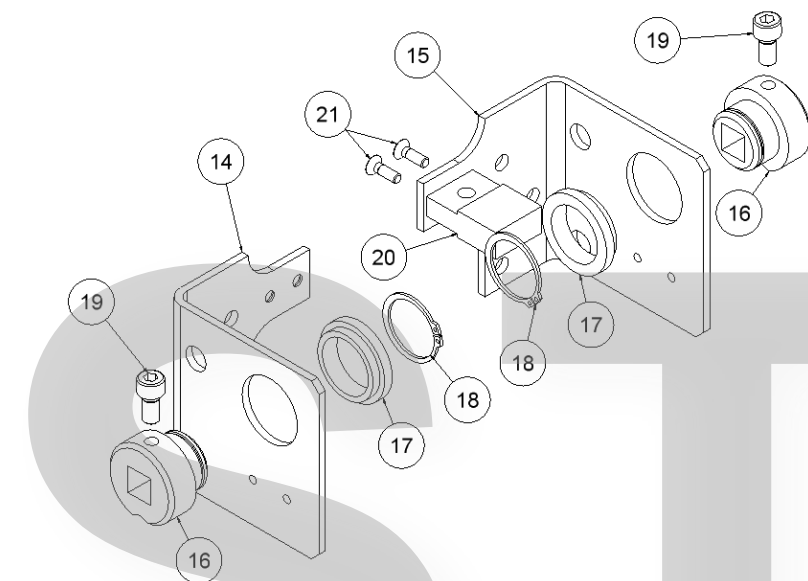

Figure. 4
Lors du montage, il faut tenir compte que les plaques base (14 et 15) présentent des formes différentes sur le côté droit et sur le côté gauche. Assurez-vous que les trous de fixation du contact de securite et restent toujours en partie inférieure (Voir Fig. 4).
Introduisez une douille en plastique (17) dans chacune des plaques base, de la façon indiquée sur la Fig.4, puis, introduisez la bague d'appui (16), du côté opposé à la douille en nylon et toujours avec le fraisage en « V » en partie inférieure, en la reliant à la douille au moyen d'un anneau de sûreté DIN 471 M30 x 15 (18), en vous aidant d'une pince à pointes droites. Finalement, introduisez dans chaque bague une vis M8 x 16 DIN 912 8.8 (19). Pour mieux comprendre, voir figure 4.